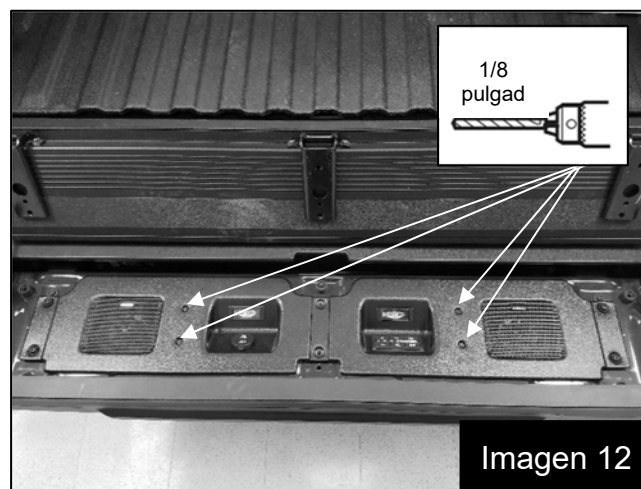

Imagen 12
17. Instale temporalmente la pantalla acústica del altavoz y coloque sin ajustar los seis pernos de reemplazo suministrados. (Imagen 12)
19. Utilice una broca de 1/8 pulgadas (0.125) para marcar los cuatro orificios guía donde colocará los tornillos de rosca fina suministrados y luego retire los pernos y la pantalla acústica del altavoz. (Imagen 12)